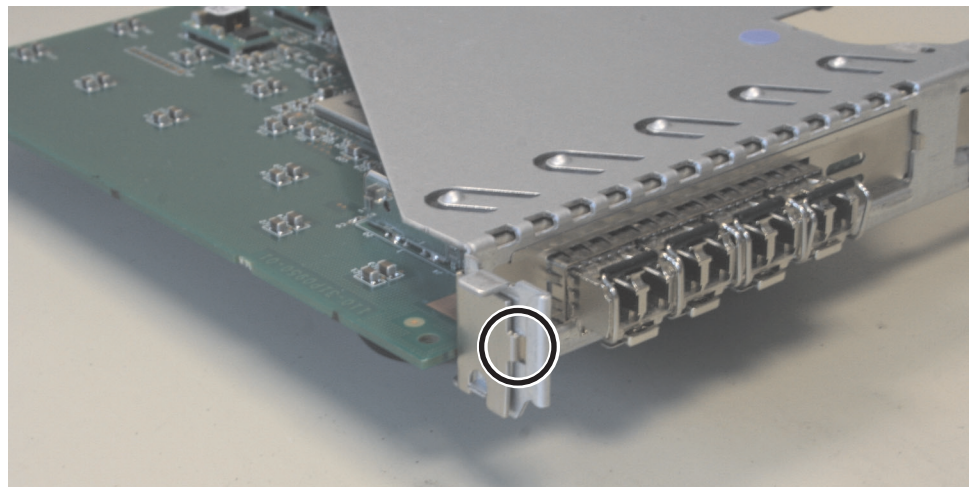

図 174. SAN ボリューム・コントローラー 2145-8A4 ライザー・カード・アセンブリー
5. ライザー・カード・アセンブリーの前面エッジと後部エッジをつかみ、持ち上げてノードから取り外します。図 174 に示したライザー・カード・アセンブリーを平坦で静電気保護された表面におきます。